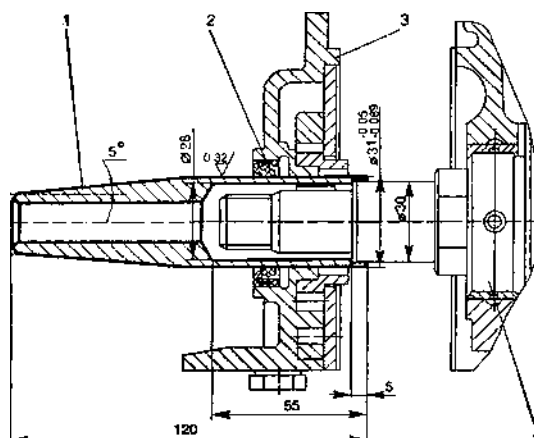

Рис. 2.32.5. Установка масляного насоса на носок коленчатого вала:
3. Смазать рабочую кромку передней манжеты и оправку М9840-737 моторным маслом. Надеть масляный насос на оправку. Установить оправку на носок коленчатого вала (рис. 2.32.5).